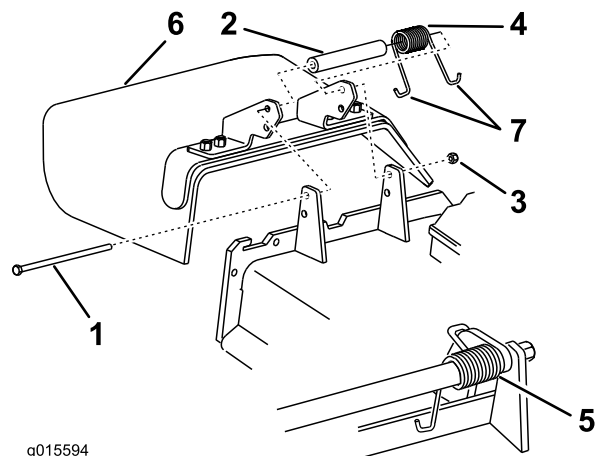

Figure 94
1. Retirez le contre-écrou, le boulon, le ressort et l'entretoise qui fixent le déflecteur aux supports de pivot (Figure 94). Enlevez le déflecteur s'il est endommagé ou usé.
Remarque: Prenez soin de placer une extrémité en J du ressort derrière le bord du tablier avant de mettre le boulon en place, comme illustré à la Figure 94.
3. Remettez le boulon et l'écrou. Accrochez une extrémité en J du ressort au déflecteur d'herbe (Figure 94).